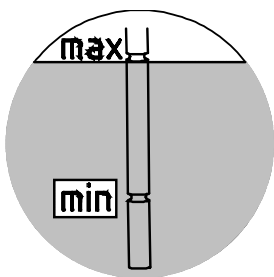

図 26: オイルレベルゲージによるオイルレベルの点検
2. ディップスティックを完全にねじ込んだときに、オイルレベルが下マークと上マークの間になければなりません（図 26 を参照）。オイルレベルが少なすぎる場合は、該当する種類のオイルでオイルレベルを補正します。